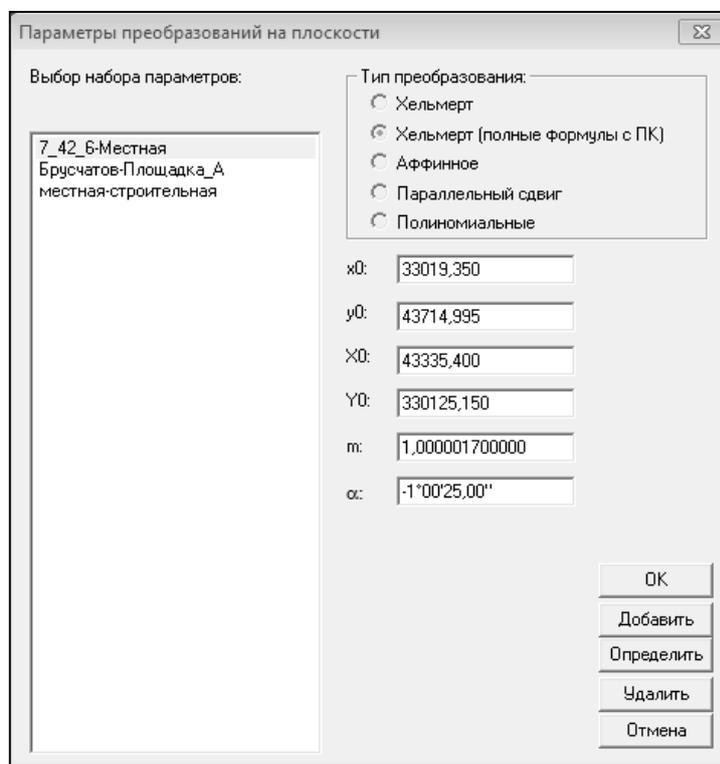

Рис.2.3.
5.1. В раскрывшемся окне **Параметры преобразований на плоскости** нажмите кнопку [Добавить] и в окне **Новый набор параметров** в группе **Тип преобразования** выберите пункт «Хельмерт (полные формулы с ПК)» (рис.2.3). В поле ввода **Имя набора параметров** введите «7_42_6 - Местная» и нажмите кнопку [ОК]